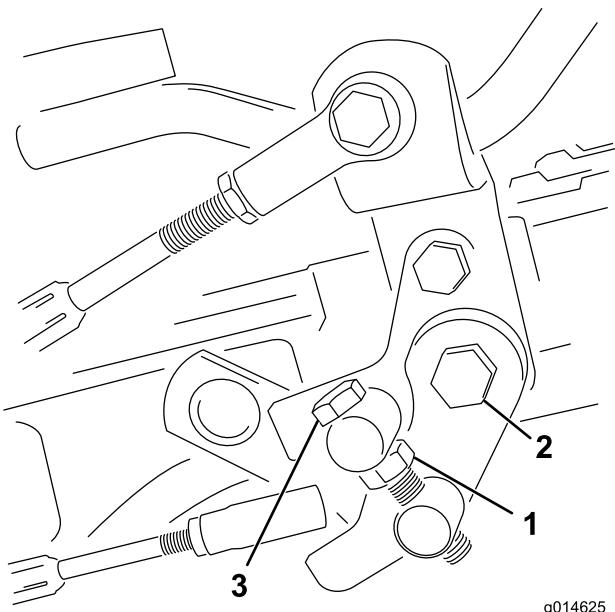

图53
1. 松开枢轴螺栓上的锁紧螺母 (图53)。
4. 上紧枢轴螺栓上的锁紧螺母和踏板枢轴上的螺母，锁定调整 (图53)。检查调整情况，并按需要调整。